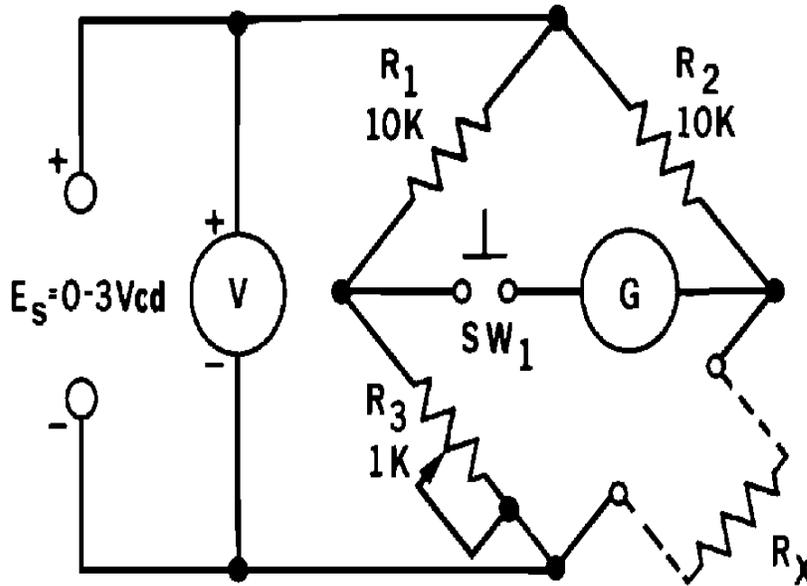

Fig. 20-1
3. Conecte el circuito de puente como se muestra en el esquema de la Fig. 20-1. Inicialmente, ajuste la tensión a un volt. El interruptor de botón SW_1 , actúa como dispositivo protector del galvanómetro, conectando el instrumento solo momentáneamente durante el equilibrio.
3. Suponga los valores siguientes de un puente en balance cero. Consulte la Fig. 20-1.